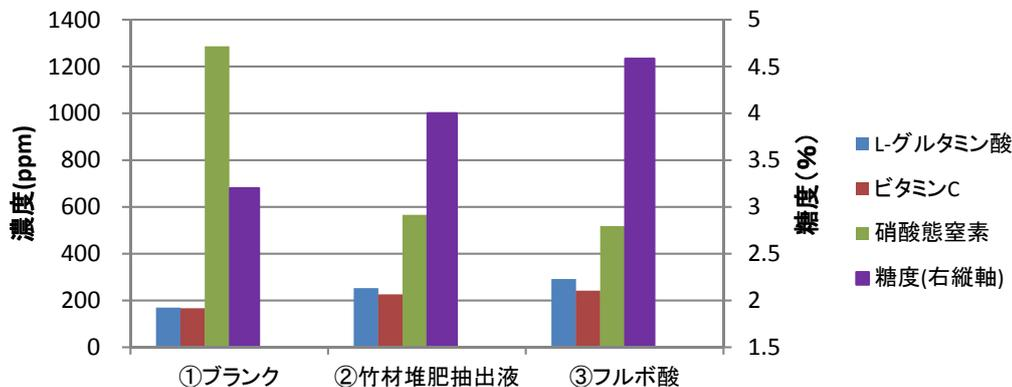

図1 成分分析結果
- 水耕栽培用養液のみを①ブランクとして、②フルボ酸を含有する竹材堆肥抽出液添加養液と③精製したフルボ酸添加養液を用いてリーフレタスを水耕栽培し、成長促進効果及び品質向上効果について検討した。
- 葉茎や根に成長の違いは殆ど見られなかったものの、フルボ酸を添加することで、苦み成分として知られている硝酸態窒素が減少し、アスコルビン酸(ビタミンC、抗酸化作用)、L-グルタミン酸(うまみ成分の一つ)、糖度の増加が確認された(図1)。